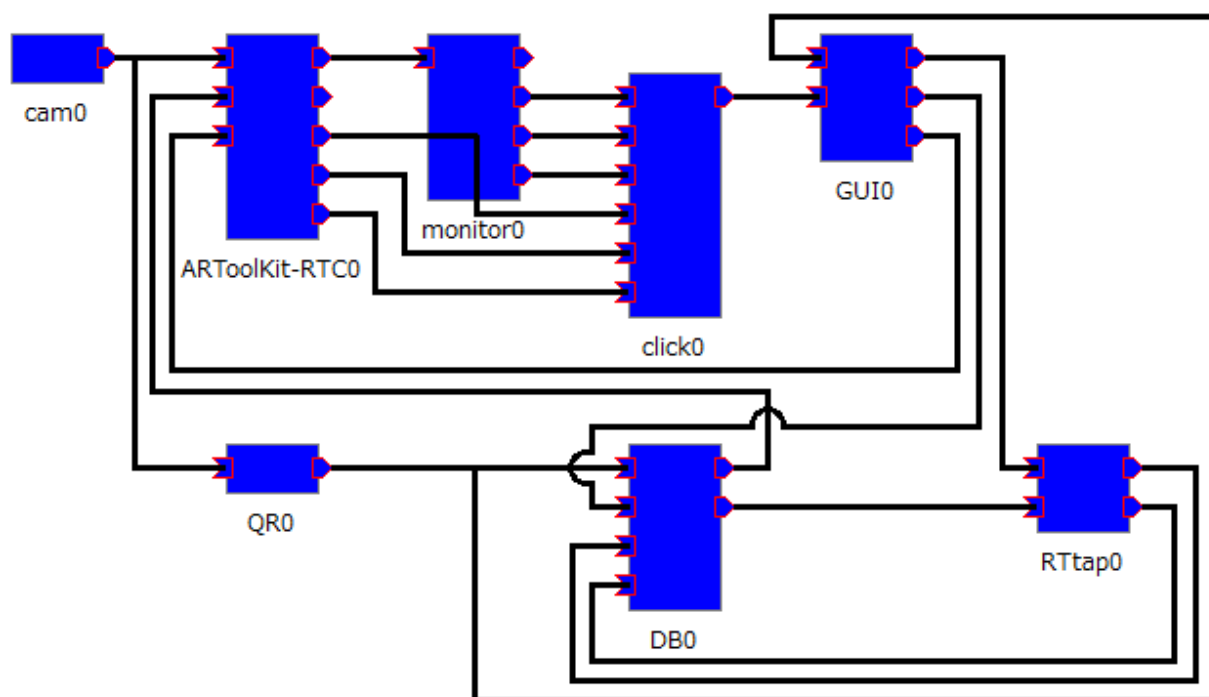

図4：コンポーネント接続図
RT コンポーネントの接続図を図4に示します。当システムは、OpenRTM-aistのホームページで公開されている、OpenCV-rtcs (http://www.openrtm.org/openrtm/ja/project/opencv_rtcs) の USB Camera および Monitor との連携が前提となっております。その他のコンポーネントに関しましては、それぞれのマニュアルをご参照ください。なお、RT タップコンポーネントに関しましては、機器に依存するため実験用のダミーを用意しております。
3. 図4を参考にコンポーネントを接続し、All Activate